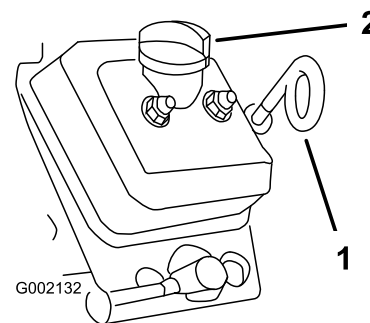

Рисунок 20
3. Очистите поверхность вокруг масломерного щупа и крышки заливной горловины тканью (Рисунок 20), чтобы загрязнения не могли попасть в трубку масломерного щупа или заливную горловину и привести к повреждению двигателя.
4. Извлеките масляный щуп и начисто протрите его (Рисунок 20).
5. Вставьте щуп в трубку масломерного щупа до упора (Рисунок 20).
8. Установите крышку заливной горловины; см. Рисунок 20.
9. Вставьте маслостержень до упора (Рисунок 20).